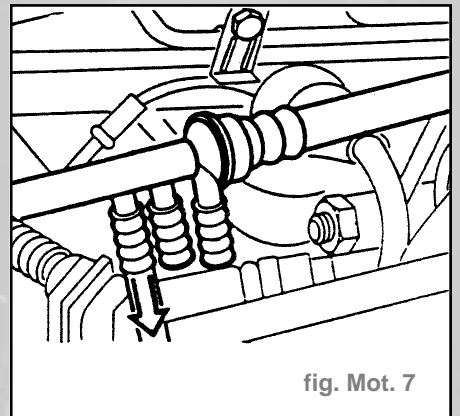

fig. Mot. 7
- Débrancher le flexible du boîtier de commande EGR (fig. Mot. 7).